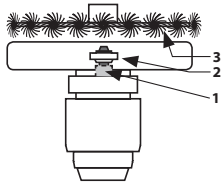

Abb. 13C
- Winkelschleifer für Scheibendurchmesser 115 mm oder 125 mm können für Topfbürsten mit Durchmesser 65 mm eingesetzt werden. Topfbürsten mit größerem Durchmesser sind zu schwer für diese Winkelschleifer, wodurch hohe Schwingungen entstehen, die den Schleifer beschädigen. Topfdrahtbürsten mit Durchmesser 75 oder 80 mm sind für die Scheiben mit Durchmesser 150 mm und Topfdrahtbürsten mit Durchmesser 100 mm sind für die Winkelschleifer für Scheiben mit Durchmesser 230 mm bestimmt. Der maximal zulässige Durchmesser der Bürstenscheibe für 115-mm-Winkelschleifer beträgt 100 mm. Bei 125-mm-Winkelschleifern 115 mm und bei größeren Winkelschleifern 125 mm. Setzen Sie die Radialbürste (Abb. 13c) für die Spindel der Schleifmaschine 1 auf die untere Scheibe 2 in der Ausrichtung gemäß Abb. 13c, d. h. mit der Bürstenmutter nach oben, und ziehen Sie sie dann mit dem Montageschlüssel richtig fest. Die Drähte der Bürste dürfen die Schutzabdeckung nicht berühren und gleichzeitig darf die Bürste nicht über die Schutzabdeckung hinausragen, um den Schutz des Benutzers zu gewährleisten. Ohne die untere Unterlegscheibe (2) berühren die Bürstendrähte die Schutzabdeckung, was nicht zulässig ist.